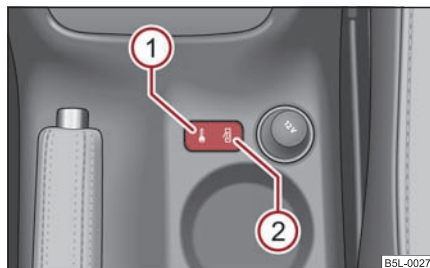

Fig. 42 Consola centrală:
- Apăsați tasta ① ⇒ fig. 42. Simbolul  din tastă se aprinde.
- Apăsați tasta ② ⇒ fig. 42. Simbolul  din tastă se stinge.